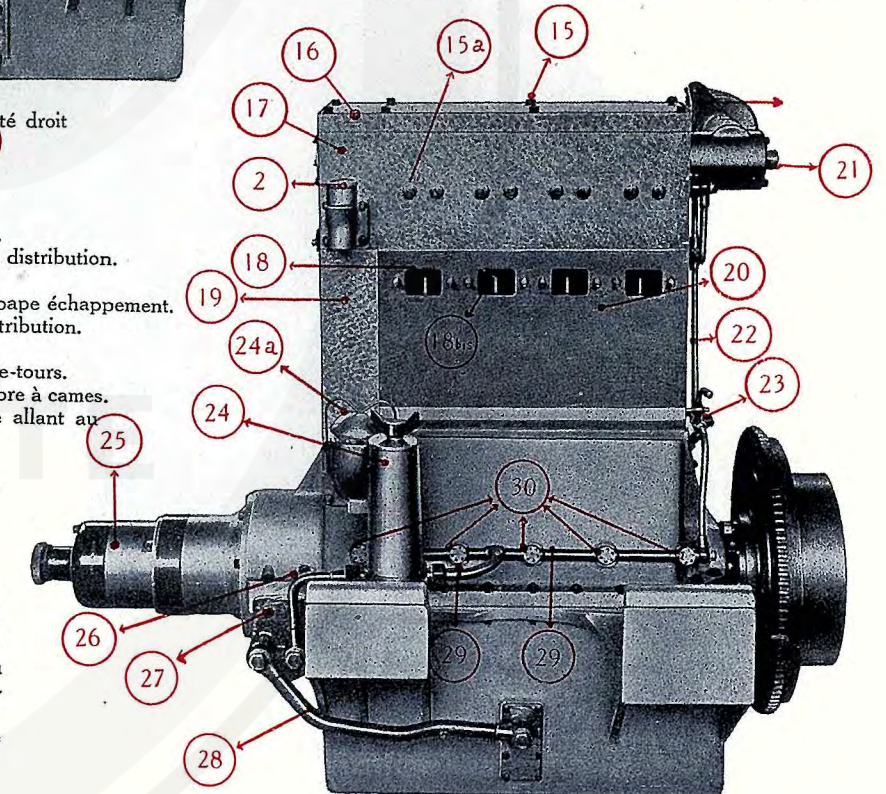
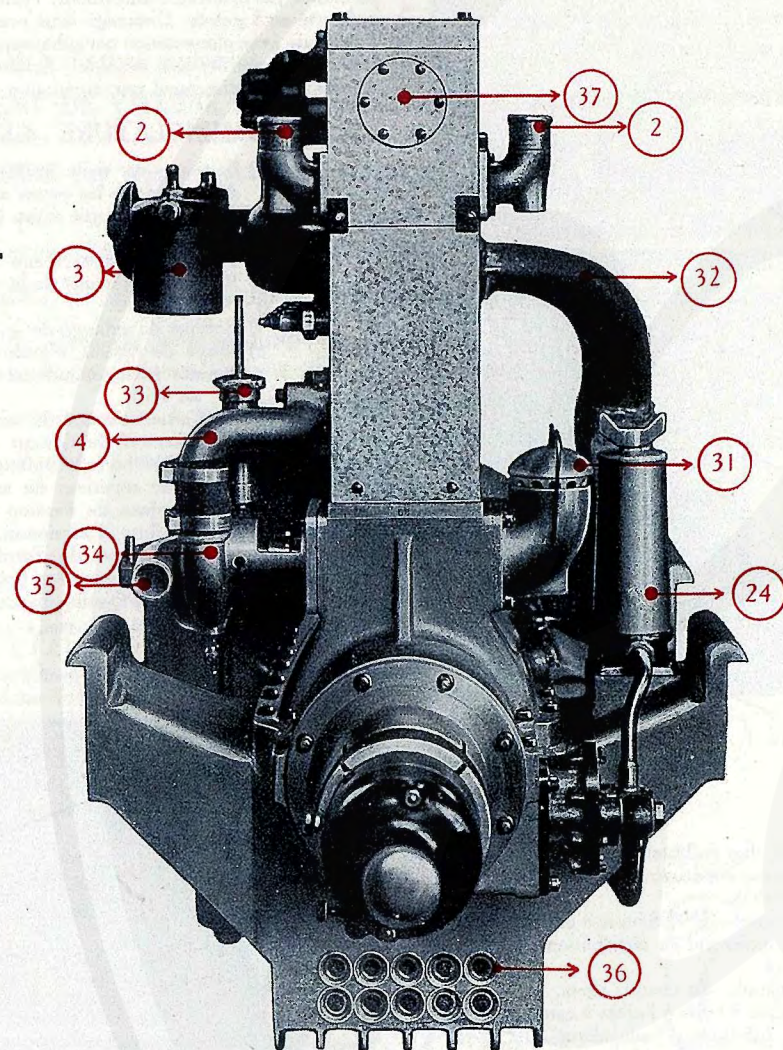
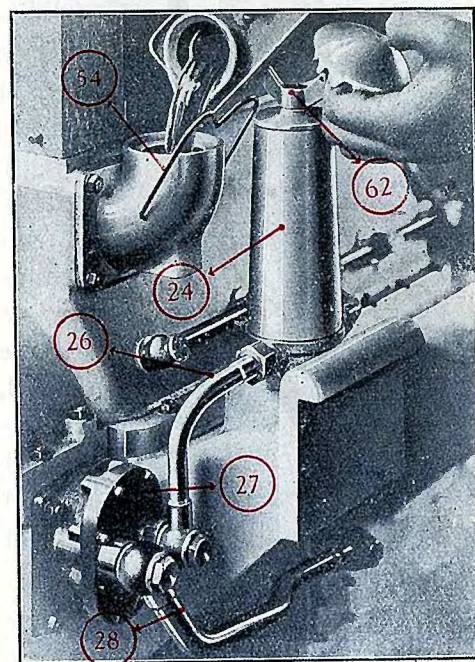
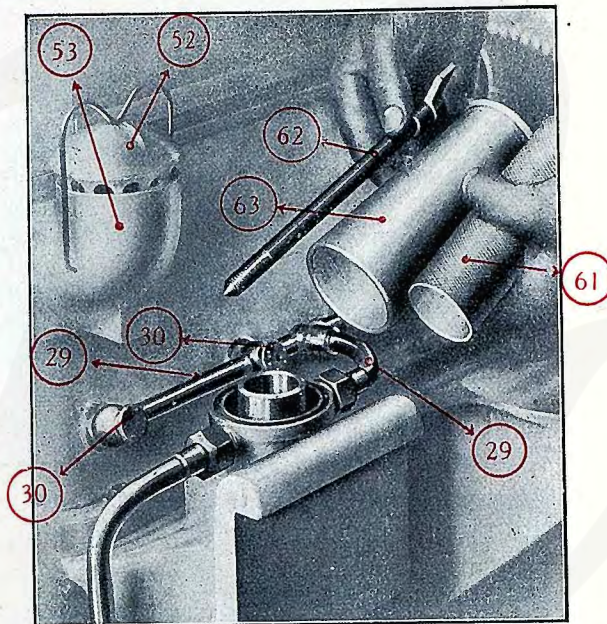

FIG. 2. - Vu du côté gauche
FIG. 3
FIG. 10
FIG. 9
Pour mettre l'huile dans le moteur il faut enlever le couvercle (52, fig. 9), placé sur la pipe (53), à cet effet il suffit de faire basculer le ressort (54, fig. 10), et procéder comme indiqué en suivant l'ascension de la jauge pour ne pas en mettre en excès. Il faut attendre quelques minutes, car l'huile doit traverser un grand filtre placé à la partie inférieure du carter avant de parvenir au réservoir du flotteur (10, page 13).
La circulation d'huile au moteur est assurée par une pompe à huile (à engrenages), n° 27, fig. 10.
La partie inférieure du carter fait réservoir d'huile. Le carter étant vide, il faut mettre environ*) 6 litres d'huile pour que la jauge arrive en haut. Cette huile est en partie en circulation dans le moteur pendant la marche, le reste se refroidit par le courant d'air qui passe dans les tubes qui traversent la partie inférieure du carter (36, fig. 3). De plus ces tubes augmentent considérablement la surface de refroidissement. Sur la figure 2, page 13, il est facile de suivre le mouvement de la circulation. La tubulure 28 réunit le réservoir d'huile à la pompe 27, la tubulure 26 réunit la pompe à un filtre facilement démontable, 3 parties (61, 62 et 63, fig. 9) destiné à retenir toutes les impuretés. La tubulure 29 réunit le filtre aux différents points à graisser. L'huile est aspirée par la pompe qui la refoule ensuite dans le filtre; sous l'effet de la pression l'huile traverse la toile métallique (61) et vient graisser sous pression les paliers centraux à travers les vis gicleurs calibrés (30). D'autres gicleurs amènent l'huile dans des gorges où la force centrifuge l'entraîne dans les frottements des bielles. Les cylindres et pistons sont abondamment graissés par projection. A l'extrémité arrière de la tubulure 29 est branchée une tubulure 22 qui distribue en deux points l'arrivée l'huile pour le graissage de l'arbre à came, des basculeurs et des soupapes. Le retour de cette huile s'effectue par le carter n° 19 qui renferme l'arbre vertical de commande de la distribution et par 4 tubes qui traversent le cylindre de haut en bas. L'huile qui s'échappe des paliers et des bielles et celle qui revient de la distribution retournent au réservoir d'huile après avoir traversé un filtre qui s'étend sur toute la longueur du carter. Elle se trouve filtrée une première fois, elle le sera une deuxième fois en traversant le filtre 24, lequel, étant très fin, demande à être vérifié souvent. Pour faire cette opération desserrer la vis à papillon (62, fig. 10), et la retirer complètement, enlever le carter aluminium (63), ensuite le filtre (61), les trois pièces sont représentées figure 9. Bien laver le filtre en l'agitant dans l'essence propre ou du benzol de préférence si le filtre est encrassé fortement, frotter avec les doigts si c'est nécessaire, bien le secouer et laisser sécher, ne jamais employer de chiffons pour le nettoyer. Laver de la même manière l'intérieur du carter (63) et remonter.